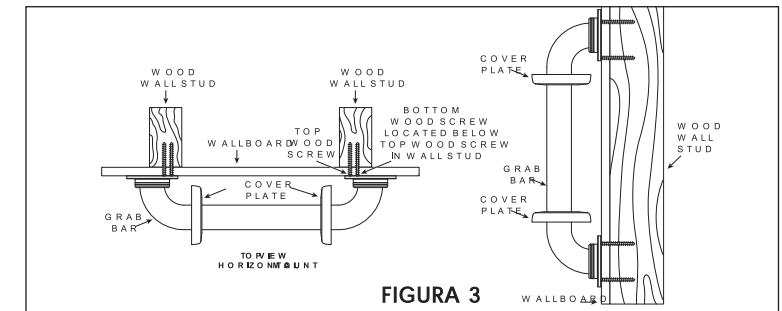

FIGURA 3
4. Introduzca los TORNILLOS DE MADERA en un extremo de la Barra de Seguridad. Atornillelo en la pared y en la viga (APRIETE A MANO SOLAMENTE) (vea la Figura 3).